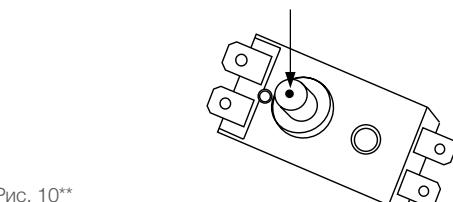

Рис. 10**
- нажать до щелчка кнопку, расположенную по центру термовыключателя рис.10;